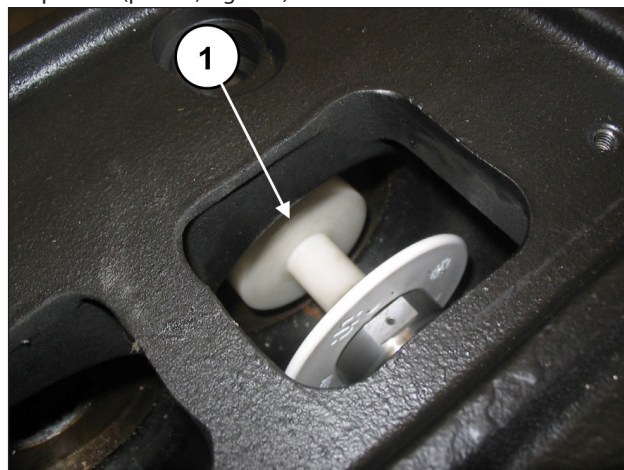

Fig. 113
Ruotare manualmente l'albero in modo da portare i 3 pistoni nella posizione di punto morto superiore. Inserire l'attrezzo tampone cod. 27516600 tra il guida pistone e il pistone (pos. ①, Fig. 113).